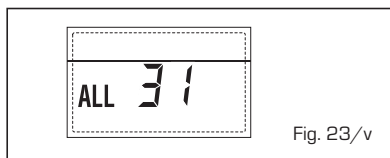

Fig. 23/v
- ANOMALÍA CONFIGURACIÓN INSTALACIÓN TRES ZONAS "ALL 32" (fig. 23/w)